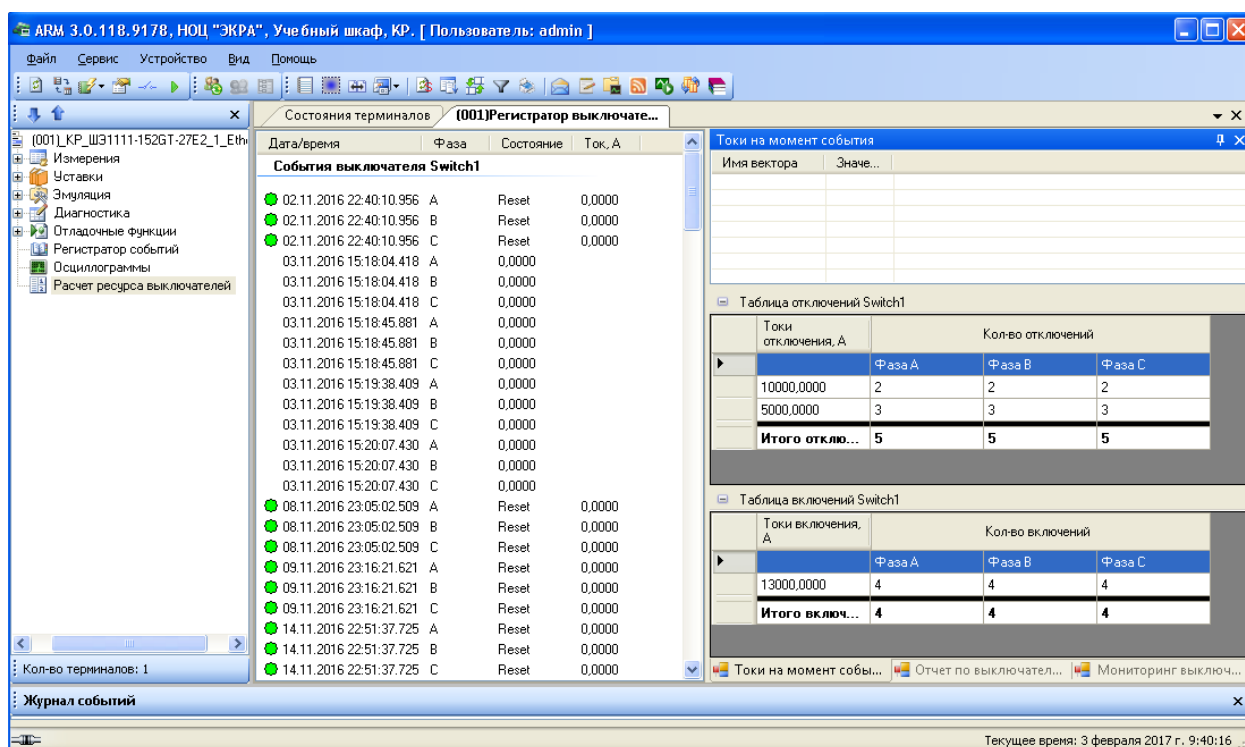

Рисунок 6.133
Окно **Расчет ресурса выключателей** (см. рисунок 6.133) позволяет просмотреть:
– Токи на момент события – отображает значения сохраняемых векторов на момент события. Также отражены таблицы отключений и включений **на текущий момент**, а не на момент события (см. рисунок 6.133);